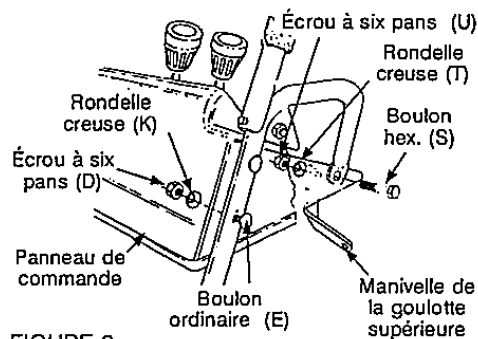

FIGURE 3
- Positionnez le panneau de commande entre les mancherons de manière que les extrémités des mancherons passent à travers les fentes du tableau de commande. Voir la figure 3. **Remarque:** Les parties plates sur les extrémités des mancherons doivent être tournées vers l'intérieur pour l'assemblage sur le cadre de la souffeuse.
- Attachez l'avant du panneau de commande sans le serrer en utilisant un boulon ordinaire (E), des rondelles creuses (K) et des écrous à six pans (D). Voir la figure 3.
- Du côté gauche seulement, attachez le guidon sur l'arrière du panneau de commande avec les boulons hex. (S), les rondelles creuses (T) (côté creux contre
creuse (K) et des écrous à six pans (D). Voir la figure 3.
le guidon) et les écrous à six pans (U). Voir la figure 3.
- Du côté droit, faites passer le boulon hex. (S) à travers le guidon, les support de la manivelle de la goulotte et attachez le tout sur le panneau de commande avec une rondelle creuse (T) (côté creux contre le guidon) et les écrous à six pans (U). Voir la figure 3.